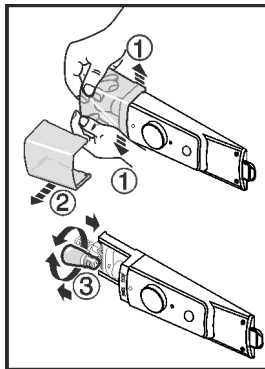

Fig. 10
- ▶ Piespiediet lampiņas pārsegu ar atstatumu iekšpusē un priekšējā daļā un atvelciet uz sāniem, Fig. 10 (1) kā tas parādīts attēlā Fig. 10 (2).
- ▶ Nomainiet spuldzi. Fig. 10 (3)